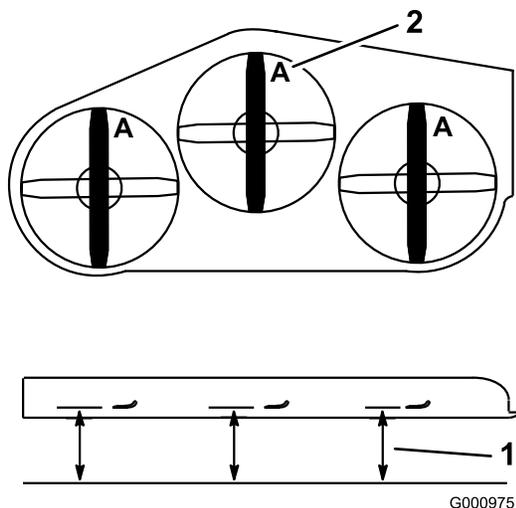

Figure 80
3. Tournez les lames dans le sens longitudinal (Figure 80). Mesurez la distance entre la surface plane et le tranchant (position A) des lames (Figure 80). Notez cette valeur.